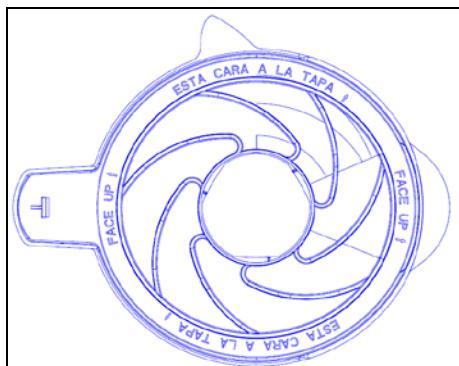
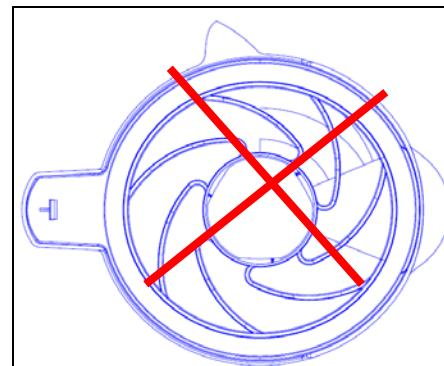

Abbildung 15
Abbildung 16
1. Abdeckung des SS-Kruges: Zur Abdeckung des Kruges. Ein Dichtungsring im Inneren kann verhindern, dass Essen, Suppe oder Dampf austritt; Wenn der Dichtungsring montiert wird, müssen die Worte "ESTA CARA A LA TAPA↑,FACE UP ↑" dem Benutzer ersichtlich sein – siehe Abbildung 15, ansonsten kann Flüssigkeit austreten.(Abbildung 16)